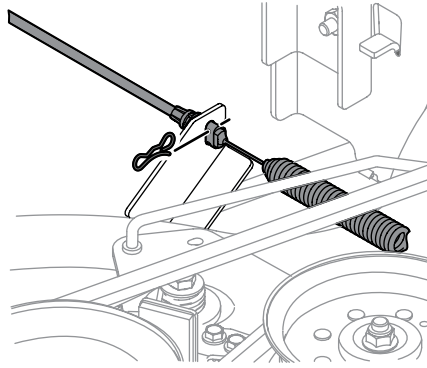

Figura 4-15
10. Extraiga con cuidado el cable de la PTO de la parte posterior de la plataforma de corte retirando el clip tipo moño que lo sujeta. Retire el resorte del soporte de polea loca de la plataforma. Consulte la Figura 4-15.